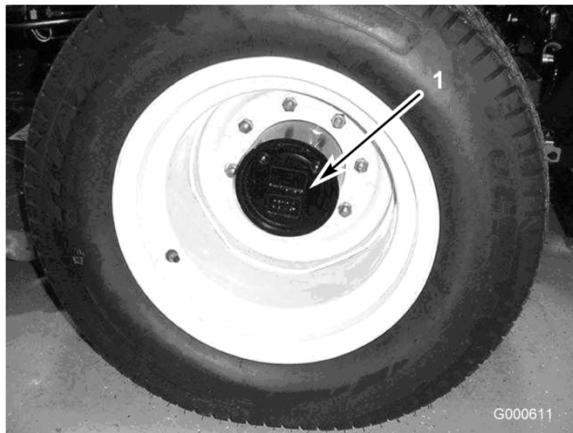

Figura 42
1. Con la máquina en una superficie nivelada, coloque la rueda de manera que el tapón de verificación/drenaje (Figura 42) esté en la posición más baja (a las seis).